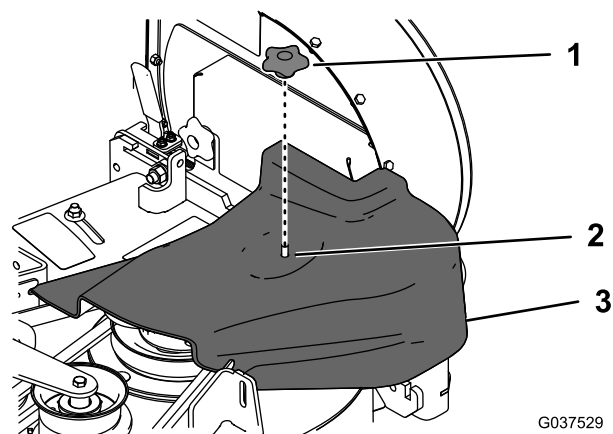

Figure 7
5. Montez le protège-courroie et fixez-le en serrant le bouton sur la vis de la poulie de tension (Figure 7).